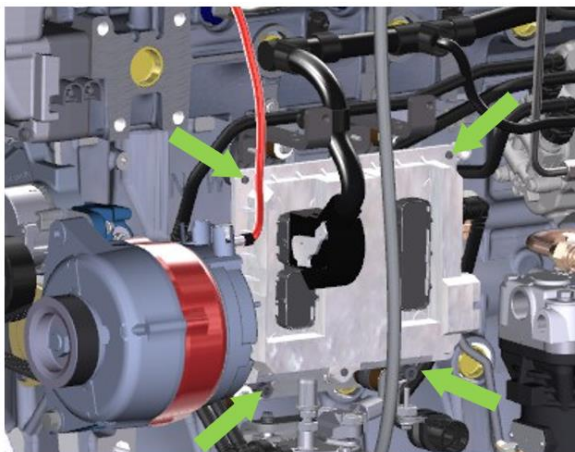

Рисунок 3.36. Места крепления блока управления двигателем ЯМЗ-536
- ▶ Проверить места крепления блока управления к двигателю рис. 3.36.